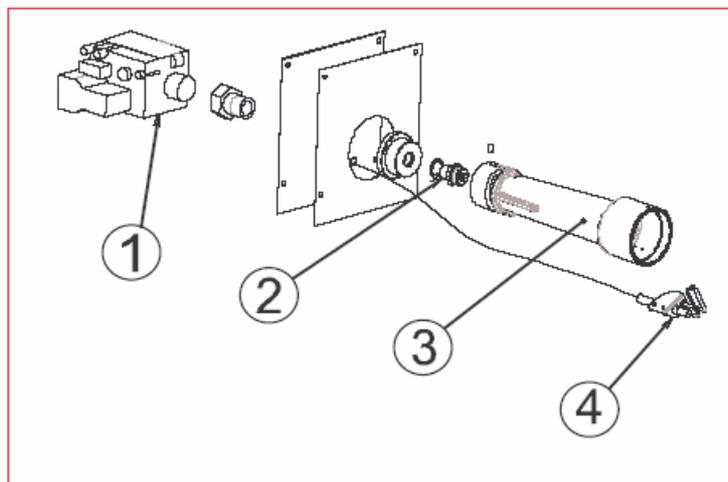

Рис. 26
Снимите держатель электрода посредством снятия фиксирующих винтов (см. рис. 26). Если необходимо, замените его. Зазор между моноэлектродом и электродом земли должен составлять 4 мм.
Откройте верхнюю крышку горелки (см. рис. 26). Открутите жиклер и замените его, если возникнет необходимость.
3) Блок управления процессом воспламенения и защиты (см. рис. 26)